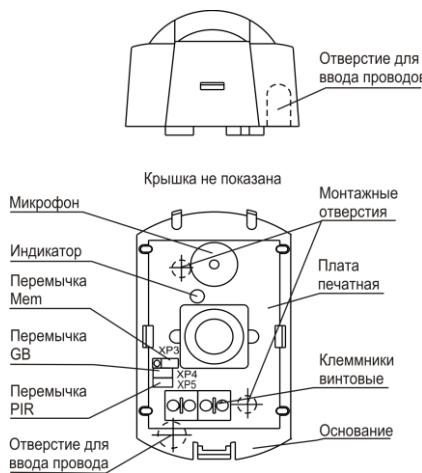

Рисунок 1
- е) провести провода от источника питания и шлейфа сигнализации через отверстие для ввода проводов (рисунок 1);